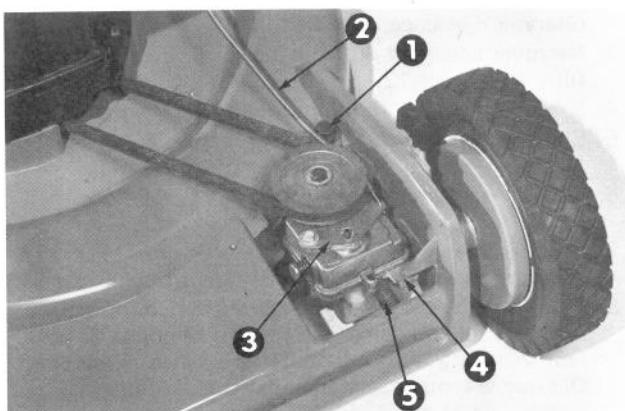

Figure 34
3. Desserrez la vis de retenue de câble jusqu'à ce que le câble puisse glisser librement (Fig. 34).
5. Poussez le bras de commande aussi loin que possible vers l'arrière et maintenez-le en place. Tirez le câble de commande et le fil vers l'arrière pour rattraper tout le jeu, puis rebloquez le câble en resserrant la vis de retenue (Fig. 34).